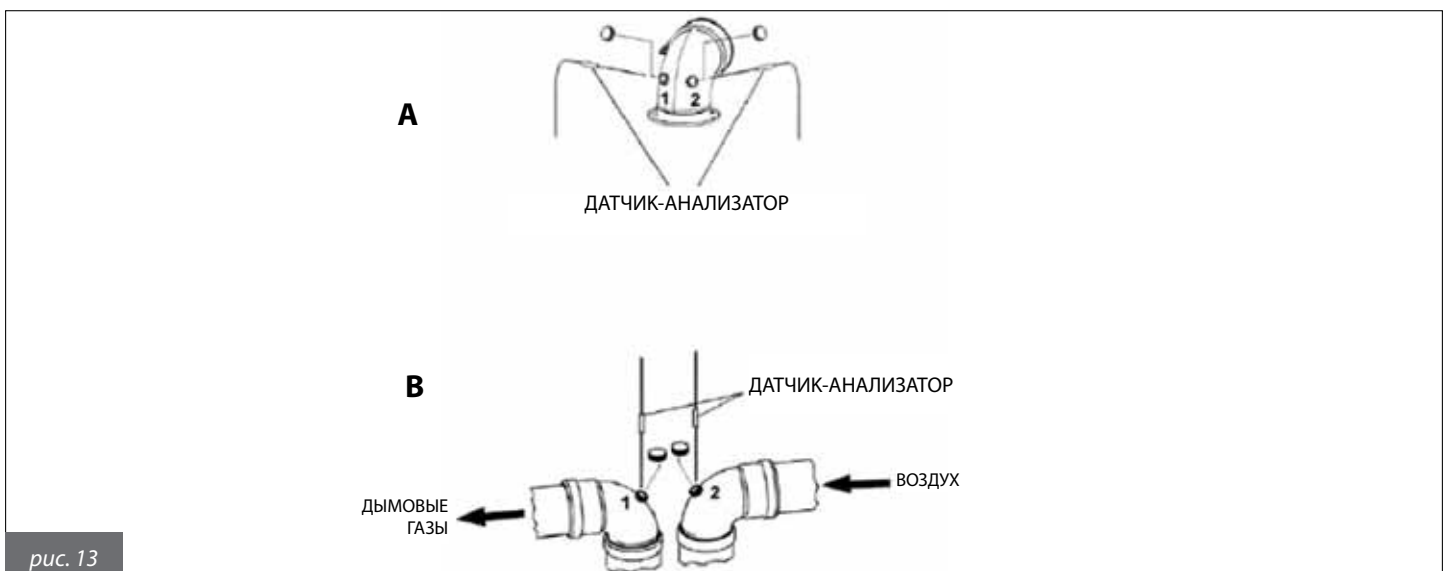

рис. 13
- Измерить температуру воздуха для горения через отверстие 1 (см. рис. 13 А для котлов с герметичной камерой сгорания, укомплектованных трубами со специальными отверстиями).
- Измерить температуру отходящих газов и содержание CO2 через отверстие 2 (см. рис. 13 А для котлов с герметичной камерой сгорания, укомплектованных трубами со специальными отверстиями).
- Измерить температуру воздуха для горения через отверстие 2 (см. рис. 13 В для котлов с герметичной камерой сгорания, укомплектованных трубами со специальными отверстиями).
- Измерить температуру отходящих газов и содержание CO2 через отверстие 1 (см. рис. 13 В для котлов с герметичной камерой сгорания, укомплектованных трубами со специальными отверстиями).